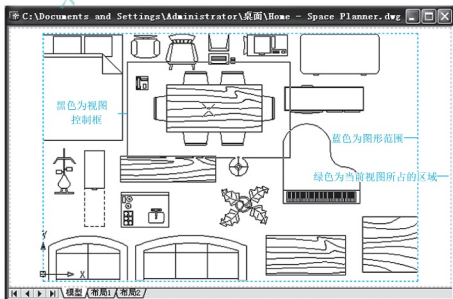

图 1.14 动态缩放的显示
(1) 在命令行输入“Z”后按 Enter 键，然后输入“D”后按 Enter 键，启动【动态缩放】命令，此时显示如图 1.14 所示的蓝色的图形范围，绿色的当前视图所占的区域和黑色的视图控制框。在屏幕上移动光标，黑色的视图控制框会随着光标的移动而移动。